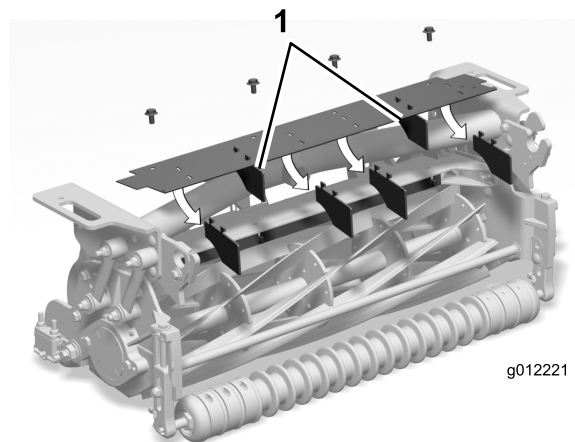

図 9
1. 図 9 に示すように、デフレクタ2つだけを残して、中央のデフレクタ2つと、シールドの各端部のデフレクタを取り外す。